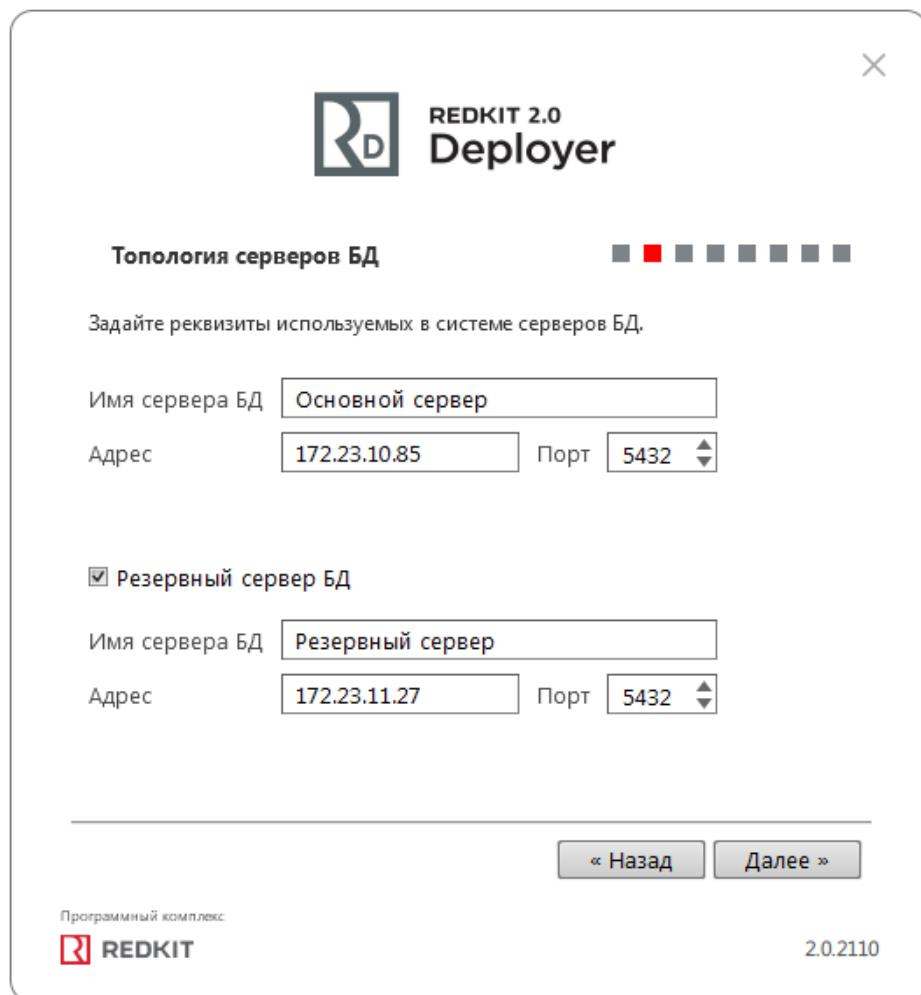

Рисунок 18 - Топология серверов БД
4. Укажите реквизиты серверов БД: имя серверов БД (длина имени БД ограничена 16 символами), IP-адреса основного и резервного серверов. Порты должны соответствовать тем портам, на которых запускается postgres. Нажмите "Далее" (Рисунок 18).